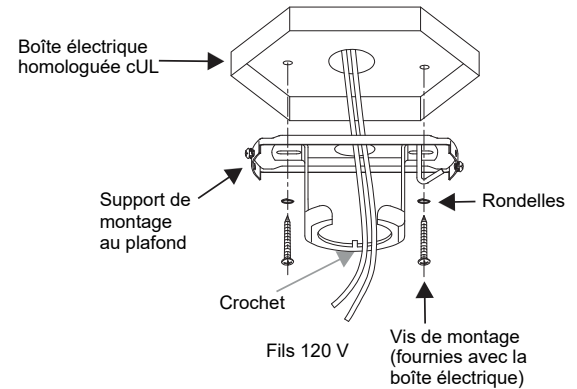

Fig. 5
Étape 1. Faites passer les câbles d'alimentation de 120 V par le trou central du support de fixation au plafond (voir la Fig. 5).
Étape 1. Faites passer les câbles d'alimentation de 120 V par le trou central du support de fixation au plafond (voir la **Fig. 5**).